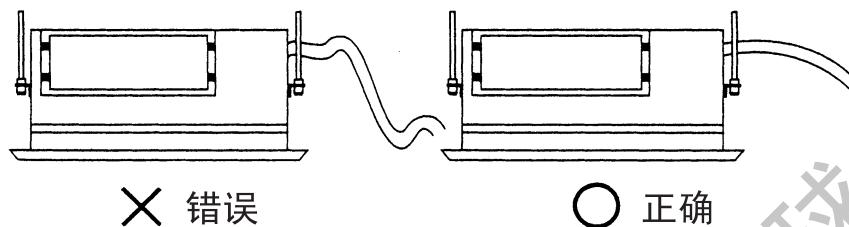

图14
#### 1. 装排水管（请参图 14）
- 排水管要尽量短并向下倾斜，以免形成空气栓塞。（请参见图 14）